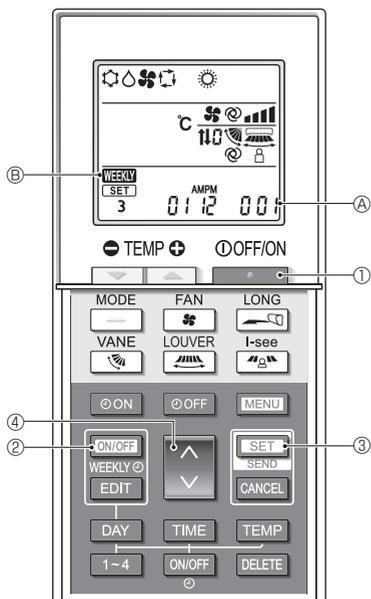

Fig. 6-1
6.1. Переключение в режим настройки функций (Fig. 6-1)
1. Нажмите кнопку **ON/OFF** ①, чтобы остановить работу кондиционера воздуха.
- Если недельный таймер активирован, нажмите кнопку **WEEKLY** ② для отключения таймера. (Надпись **WEEKLY** ② исчезнет.)
2. Нажмите кнопку **SET** ③ и удерживайте в течение 5 секунд.
- Пульт дистанционного управления перейдет в режим настройки функций. (Будет мигать числовое значение настройки модели группы ④.)
6.2. Ввод числового значения настройки для модели группы (Fig. 6-1)